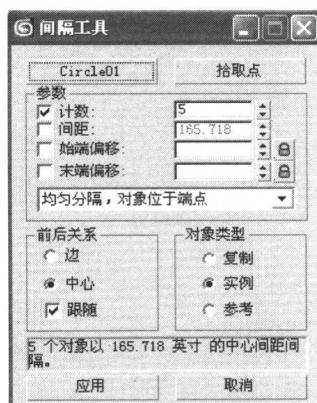
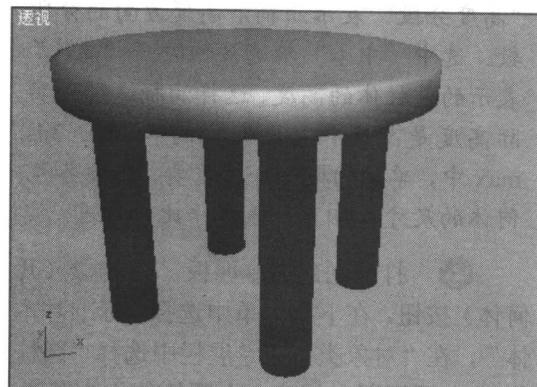

图2-6 间隔工具参数
图 2-7 复制凳腿
⑤ 选中凳腿，在主菜单中选择“工具”|“间隔工具”，弹出“间隔工具”对话框，设置参数如图2-6所示，复制出另外3个凳腿，选中最开始创建的凳腿，按Delete键删除。凳腿全部完成，如图2-7所示。